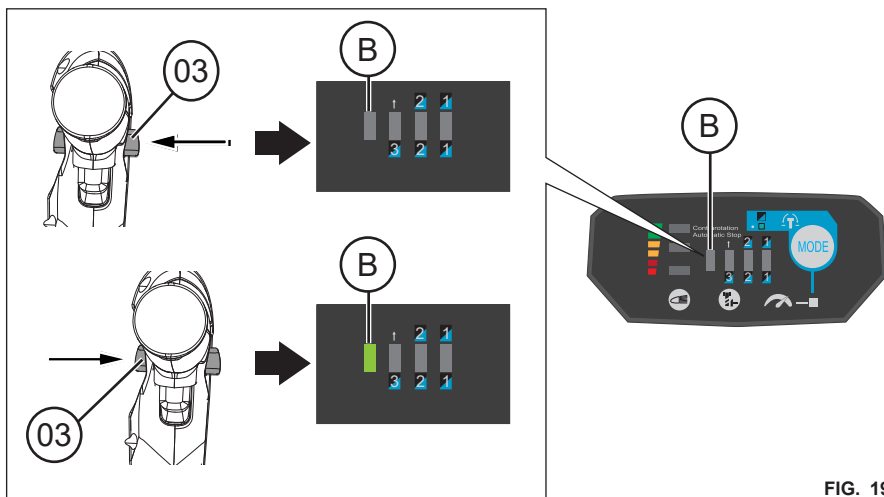

FIG. 19
L’indicateur de mouvement (B) indique le sens de rotation déterminé par le sélecteur de mouvement (03) (FIG. 19).